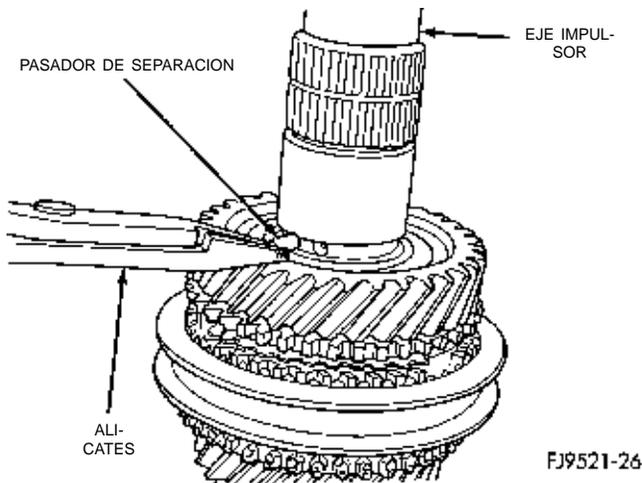

Fig. 84 Pasador de separación de la arandela de empuje hendida
- (6) Retire el pasador de separación de la arandela de empuje hendida (Fig. 84).